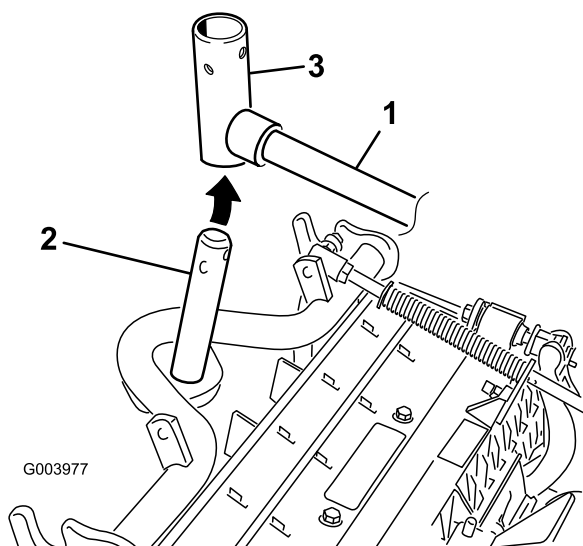

Figure 10
8. Pour les plateaux de coupe avant, poussez un plateau de coupe sous le bras de levage tout en insérant l'arbre du bâti porteur dans la chape de pivot du bras de levage (Figure 10).
- B. Insérez la chape du bras de levage sur l'arbre du bâti porteur (Figure 10).